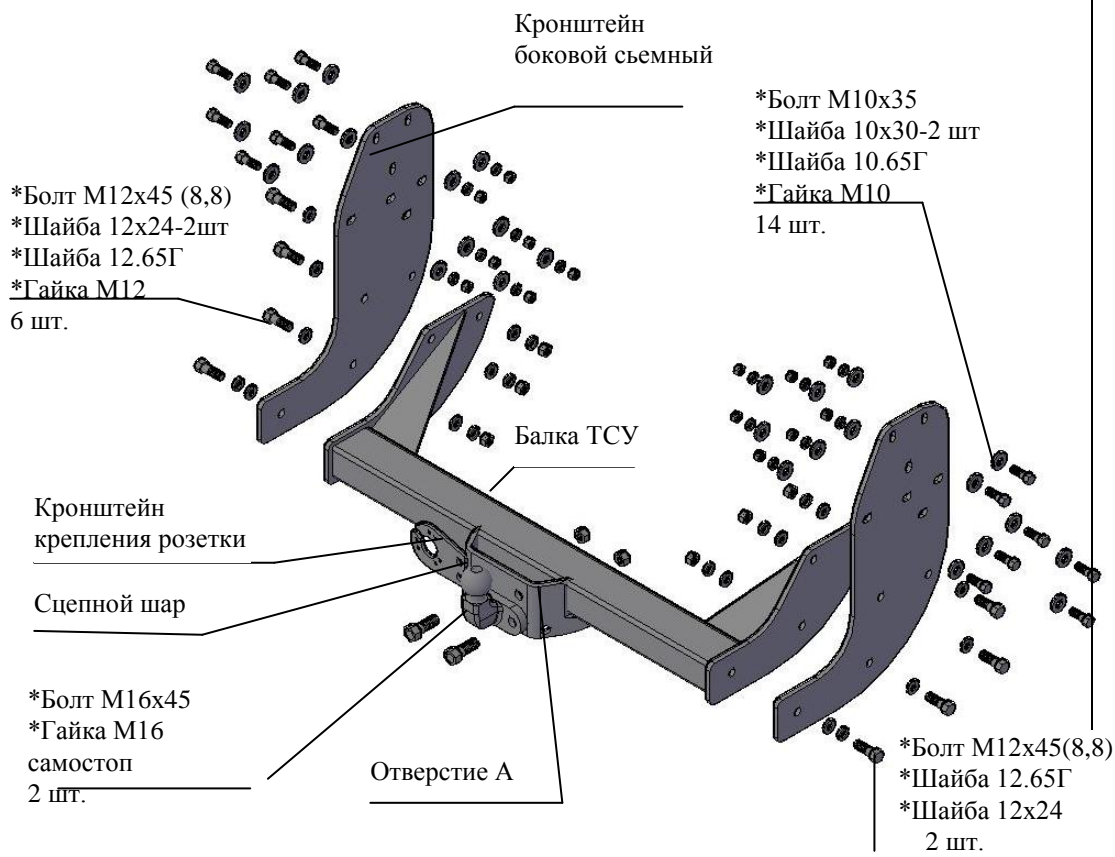

Рис.1 Тягово-цепное устройство 2122. .
2.1 ТСУ 2122 в сборе (рис.1)	1 шт.
2.2 Пакет с комплектующими (см. рис.1)	1 шт.